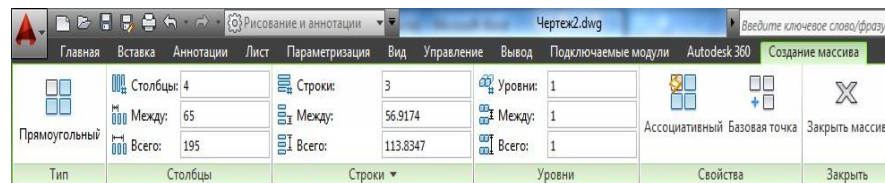

Рисунок 3.5 – Панель редагування масиву
1. Більш точні параметри масиву можна задати за допомогою спеціальної панелі, яка з'являється на стрічці під час створення масиву (рис. 3.5).